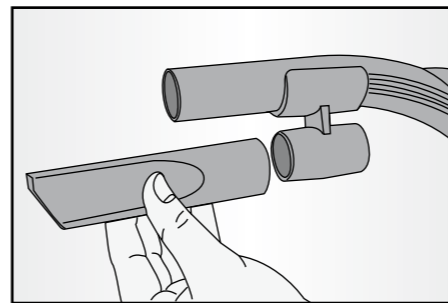

Fig. 5
dovi l'aspiratore fessure (17) e l'aspiratore piccolo con spazzolino (16) (Fig. 5).